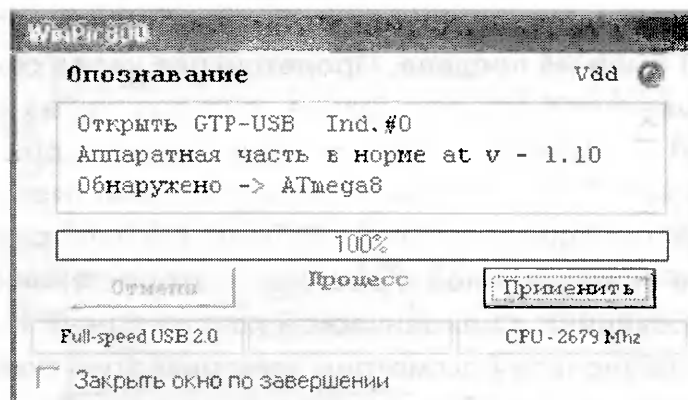
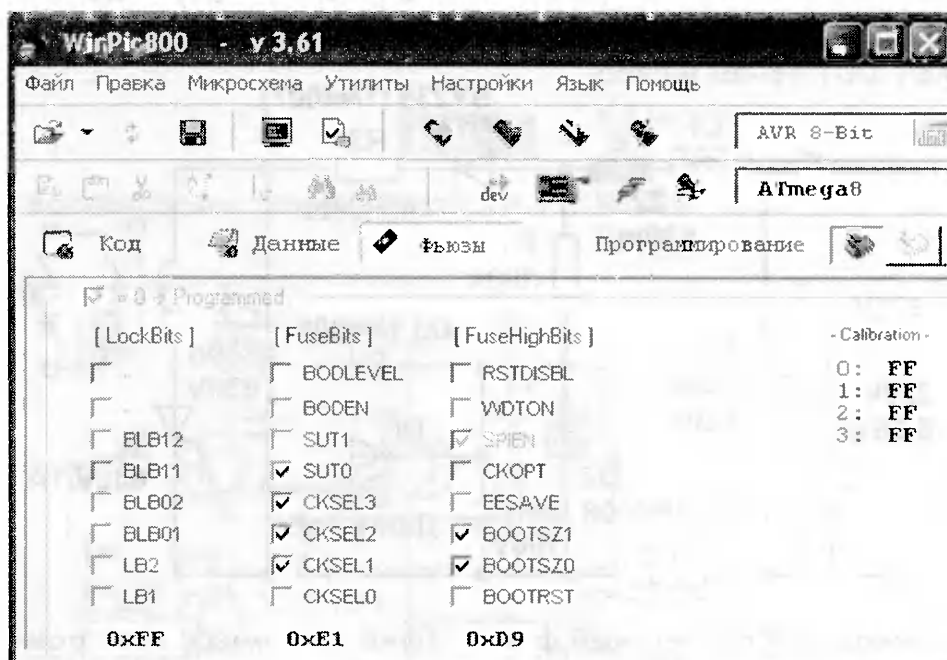

рис. 15
рис. 16
4. Протестировать МК: “Микросхема-Определить тип микросхемы”, должно появиться окно, как на рис. 15. После нажатия кнопки “Применить” название обнаруженного МК само копируется в основное окно выбора. Установить фьюзы в одноименной закладке (рис. 16). Начать программирование “Микросхема-Программировать все”. Наблюдать красный цвет индикатора D1. После заполнения бегущей строки на экране должно появиться сообщение о количестве записанных байтов. Скорость программирования (вместе с верификацией) “чистой” микросхемы в режиме ISP составляет примерно 2 Кб/с. Если прошивка в МК уже имеется и в ней меняются лишь несколько байтов, то время программирования сокращается в разы.